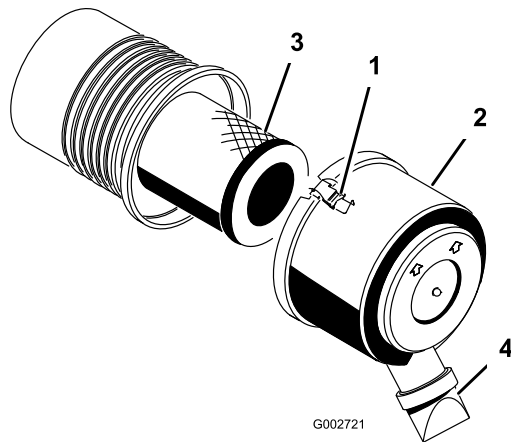

Figura 28
1. Liberte os trincos que fixam a cobertura do filtro de ar ao respectivo corpo (Figura 28).